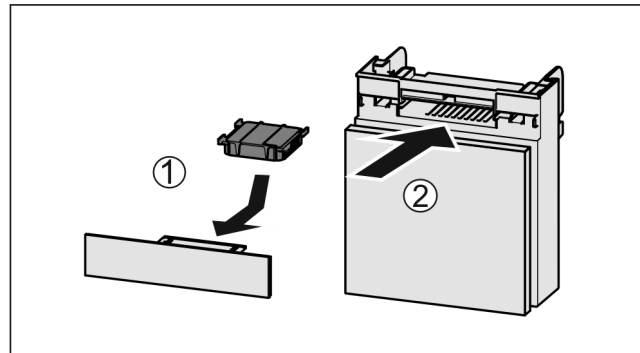

Fig. 124
- Aktivkohlefilter nach Abbildung einsetzen Fig. 124 (1).
- Fach einschieben Fig. 124 (2).